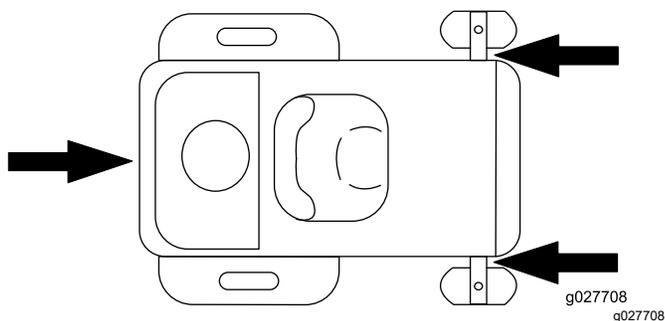

図 34
6. 前キャストホイールおよび後部フレームを利用して機体をロープやチェーンなどで固定する 図 34。ロープ掛けや積荷固定については各地域の法令などに従ってください。